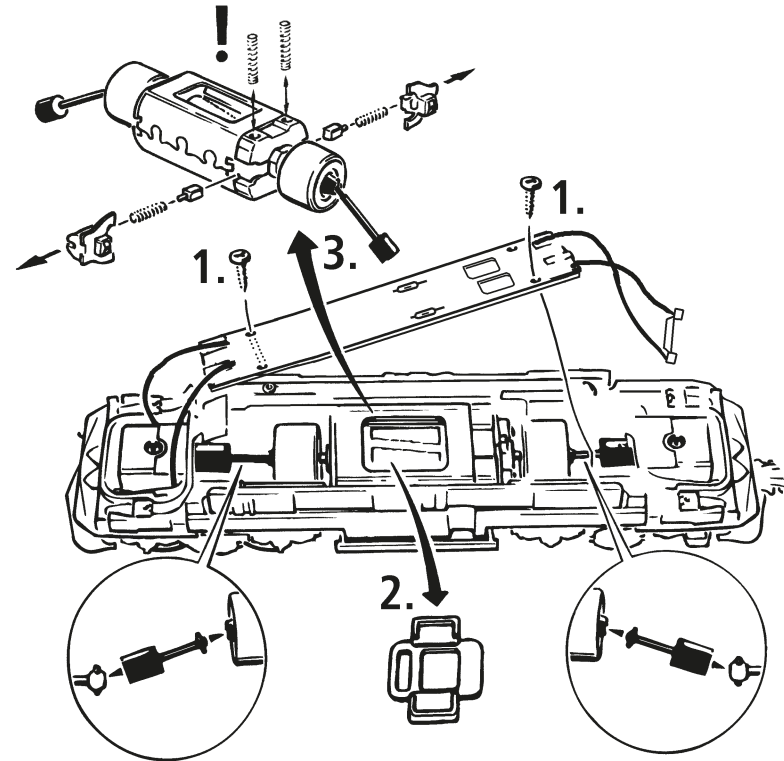

Fig. 9
siehe Fig. 9
A.C. operation: see fig. 9
voir fig. 9